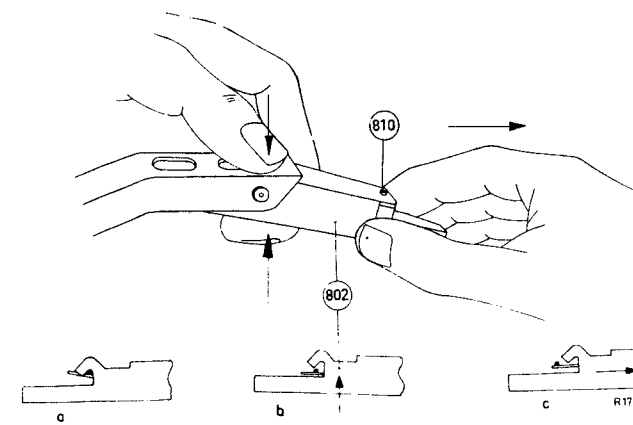

Fig. 24
- Mit dem Ringfinger der linken Hand Kopfhalter 802 hochdrücken Abb. 24.